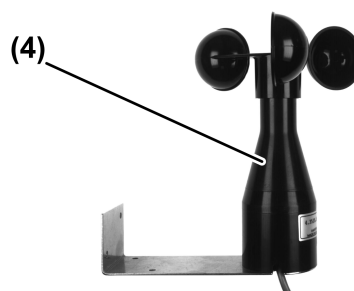

Bild 2
- Den Windgeber auf dem Dach oder an der Hauswand montieren. Er muss an einer für die Windstärkemessung günstigen Position angebracht werden. Nicht im Windschatten montieren, auf lagerichtige Montage (siehe Bild 2) achten.
- Windgeber an die Klemmen  $S_1$  und  $S_2$  (7) der Auswerteeinheit anschließen. Dazu eine abgeschirmte Leitung verwenden. Empfehlung: JY-ST-Y 2x0,6.